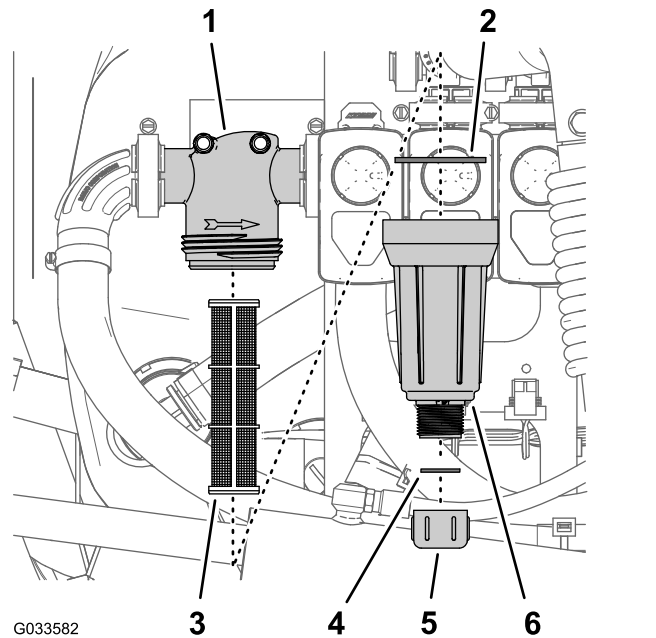

Bild 97
2. Stellen Sie eine Auffangwanne unter den Druckfilter (Bild 97).
3. Drehen Sie die Ablassschraube nach links und nehmen sie von der Glocke des Druckfilters ab (Bild 97).
4. Drehen Sie die Glocke nach links und nehmen den Filterkopf ab (Bild 97).
5. Entfernen Sie den Druckfiltereinsatz (Bild 97).
7. Prüfen Sie die Dichtung für die Ablassschraube (in der Glocke) und die Dichtung für die Glocke (im Filterkopf) auf Beschädigungen und Abnutzung (Bild 97).
8. Setzen Sie den Druckfiltereinsatz in den Filterkopf ein (Bild 97).
9. Befestigen Sie die Glocke am Filterkopf und ziehen sie mit der Hand an (Bild 97).
10. Befestigen Sie die Ablassschraube am Anschlussstück unten an der Glocke und ziehen sie mit der Hand an (Bild 97).